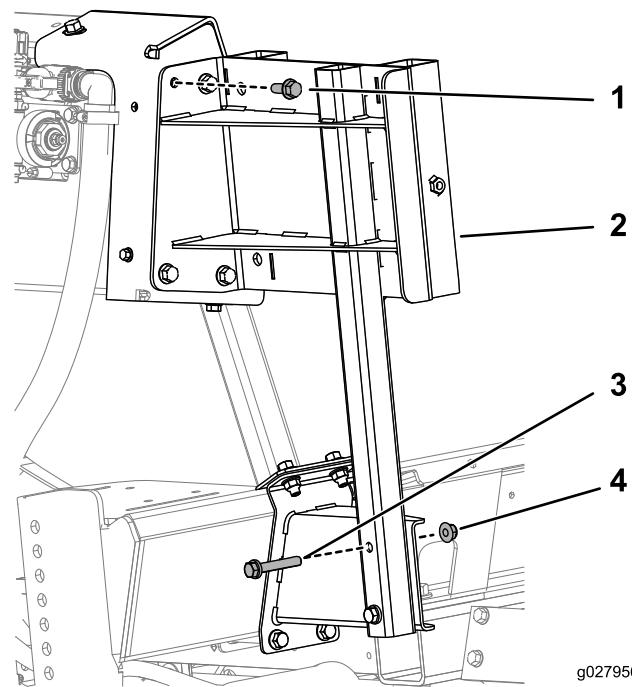

Figura 5
4. Fissate la staffa di supporto del piano del cilindro alle staffe superiore e inferiore servendovi di 4 bulloni (3/8-16 x 1 poll., GR5), 2 bulloni (3/8-16 x 2 1/4 poll.) e 6 dadi flangiati (3/8-16 poll.) come illustrato in Figura 5.